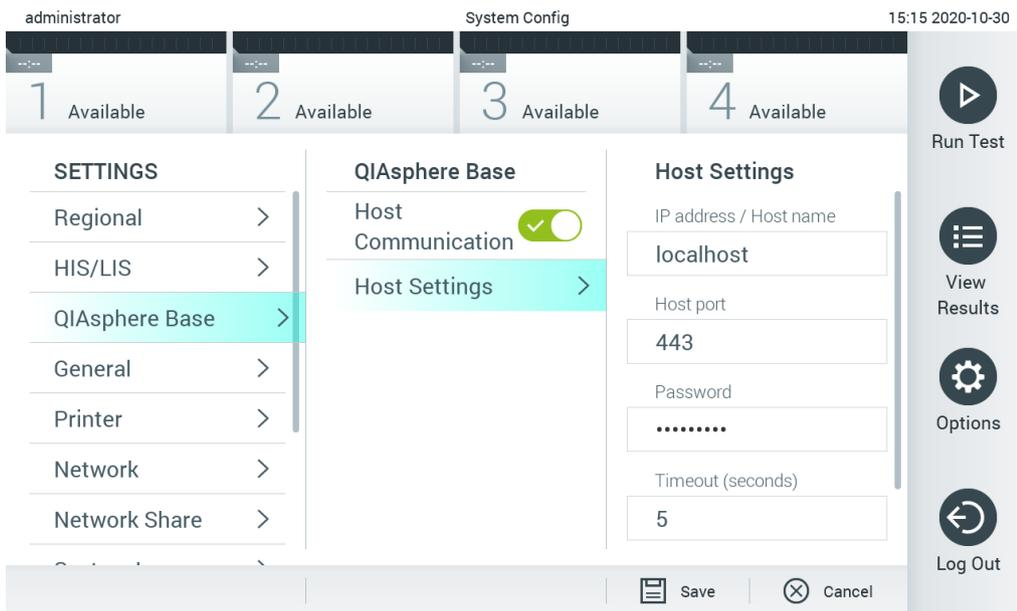

Abbildung 73. Konfigurieren der Verbindung mit der QIASphere Base.
2. Wählen Sie aus der Liste in der linken Spalte QIASphere Base aus (Abbildung 73).